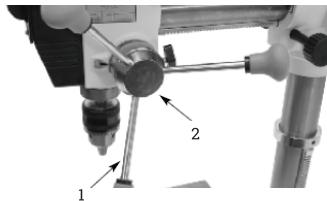

Рис. 9. Установка рукояток подачи пиноли
Вкрутить три рукоятки подачи пиноли (1) в резьбовые отверстия на ступице шестерни (2) (рис. 9).